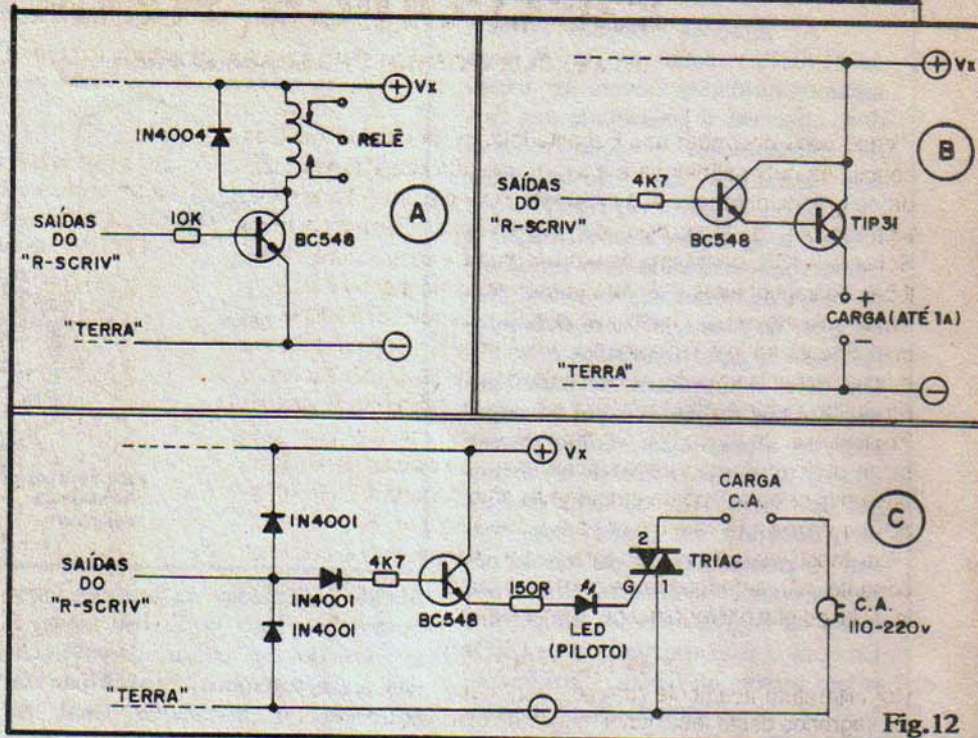

Fig. 12
A utilização final do sistema é bastante flexível e versátil, conforme já ficou claro das explicações anteriores. Vamos detalhar alguns exemplos básicos (que, contudo, **não constituem** a totalidade das possibilidades...), com os dados da fig. 12:
- **FIG. 12-A** - Ideal para o comando de cargas alimentadas tanto por C.A. quanto por C.C., sob tensões, correntes e potências apenas limitadas pelos parâmetros inerentes aos contatos do relê utilizado. A tensão de trabalho do dito relê deverá ser compatível com  $V_x$  (tipicamente até 18 volts).  $V_x$  poderá ser usada, diretamente (se 9V) ou através do arranjo mostrado em 11-A (se maior do que 9V) para a energização do próprio circuito de R-SCRIV.
- **FIG. 12-B** - Ideal para o acionamento de cargas que trabalhem sob C.C. (tipicamente até 24V) e sob corrente de até 1A.  $V_x$  poderá (como ocorre no exemplo 12-A) ser usada, direta ou indiretamente, para a alimentação do R-SCRIV...
- **FIG. 12-C** - Para o acionamento de cargas de C.A. através de um chaveamento em "estado sólido" (sem relê). O arranjo vale para 110 ou 220V.C.A. devendo contudo o TRIAC ter parâmetros adequados às necessidades de tensão, corrente e potência da carga (e compatíveis com a tensão da rede). Uma fonte C.C. ( $V_x$ ) será necessária, podendo perfeitamente fornecer energia simultaneamente ao próprio circuito do R-SCRIV, guardadas as recomendações mostradas em 12-A. Uma
Em qualquer dos exemplos da fig. 12, lembrar que os módulos sugeridos são **individuais**. Isso quer dizer que para **cada** saída do R-SCRIV teremos que incorporar um **driver** distinto. Observar ainda que, em aplicações muito complexas e especiais, nada impede que **drivers** (até 9) de tipos diferentes (como os mostrados na fig. 12, nos outros...) sejam simultaneamente usados, cada um ligado a uma das Saídas do R-SCRIV!